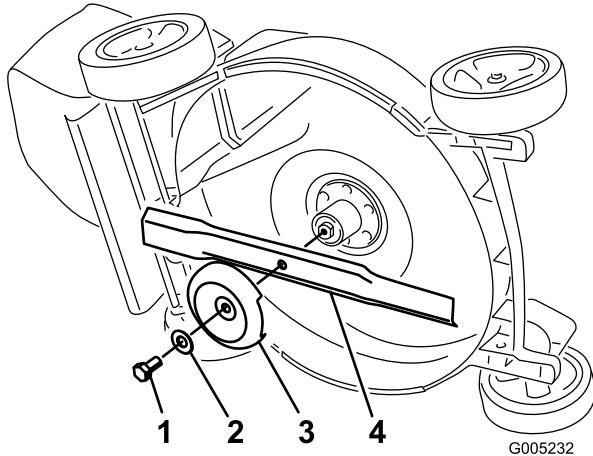

Figure 27
4. Basculez la machine sur le côté **droit** (Figure 27).
Tenez la lame à son extrémité avec un chiffon ou un gant épais. Enlevez le boulon, la rondelle, la coupelle de protection et la lame (Figure 27).